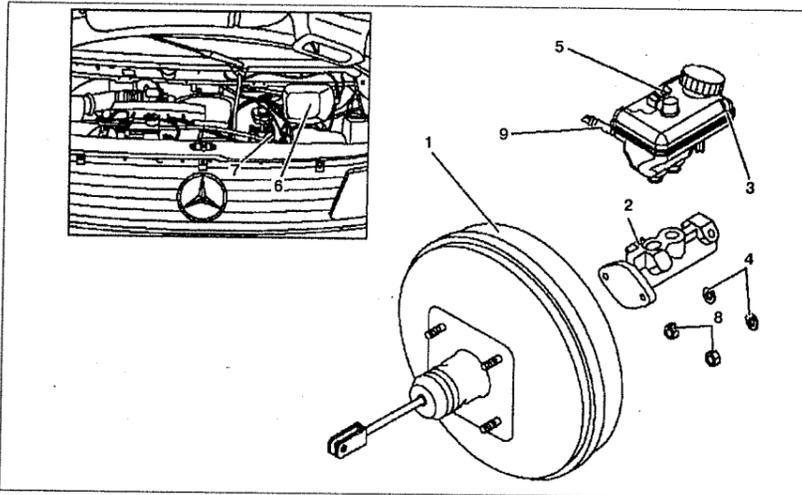

Рис. 9.1. Главный тормозной цилиндр:
3. Отсоедините трубки 9 от бачка 3 к главному тормозному цилиндру (см.рис.9.1).